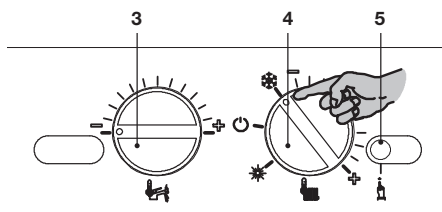
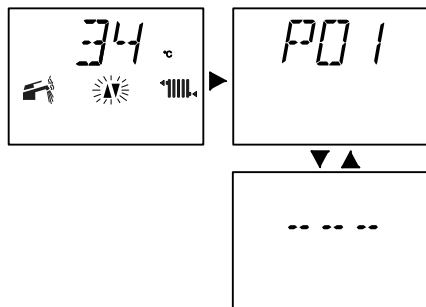
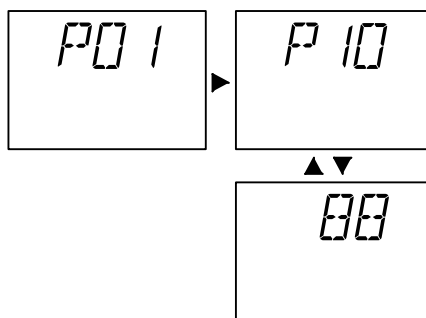
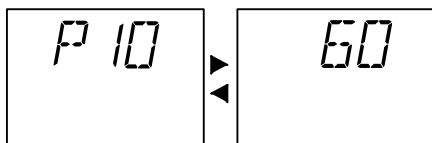

Рисунок 5.53
Рисунок 5.55
Рисунок 5.56
Рисунок 5.58
- Установите регуляторы 3 и 4 так, как показано на рисунке (см. Рисунок 5.53).
- Чтобы настроить частоту повторного включения котла, войдите в режим программирования, нажав и удерживая в течение 15 с кнопку сброса 5, Рисунок 5.53, пока на ЖК-дисплее не появится параметр P01. На ЖК-дисплее последовательно отобразятся следующие символы (параметр P01 будет загораться поочередно с ---) (см. Рисунок 5.55).
- Нажмите кнопку сброса 5 (Рисунок 5.53) и пролистайте параметры до P10, предназначенного для настройки частоты повторного включения котла. На ЖК-дисплее последовательно отобразятся следующие символы (параметр P10 будет загораться поочередно с цифрой 88) (см. Рисунок 5.56).
- Чтобы изменить настройку, поверните регулятор 3 (Рисунок 5.53) и установите его на выбранное время (см. Рисунок 5.57: регулятор установлен на повторное включение через каждые три минуты).
Шаг настройки регулятора 3 (Рисунок 5.53) соответствует отображаемому на ЖК-дисплее значению 44 (90 секунд). Это значение можно установить на максимум 255 (81/2 минуты). На ЖК-дисплее при этом будут поочередно загораться P10 и 60. (см. Рисунок 5.58)